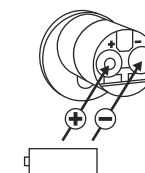

Fig. 2
- 1 Con el destornillador TX8 que se adjunta, afloje los tornillos que hay en el extremo delantero del pomo de la parte interior de la puerta y despliegue la tapa. Afloje el tornillo solamente hasta que se abra la puerta, sin que se llegue a caer hacia afuera. (Fig. 2).